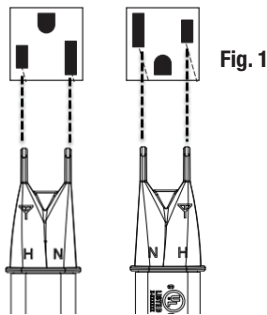

Fig. 1
- Insert the tips as shown in Fig. 1, such that the tips are completely engaged in the receptacle, to detect the presence of an AC voltage on the Hot side of the outlet.
- Inserte las puntas tal y como se muestra en la Fig. 1, de manera que las puntas queden enganchadas por completo en el receptáculo, para detectar la presencia de voltaje alterno en el lado cargado del tomacorriente.